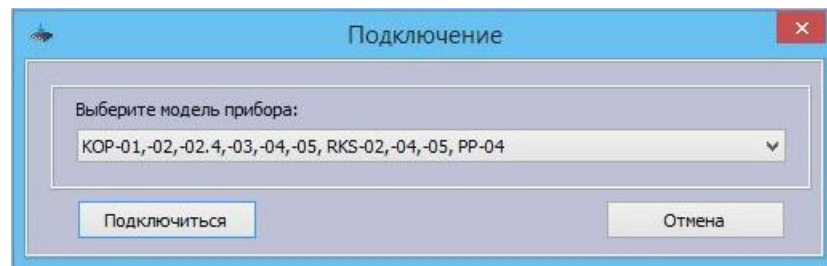

Рисунок 2
1. Подключите КОП к компьютеру с помощью стандартного кабеля mini-USB и запустите программу «Унипрог Приток-А». В левом верхнем углу окна программы нажмите кнопку «Считать из прибора». В появившемся окне **«Подключение»** выберите из списка «ПРИТОКА-КОП-01, -02, -03, РКС-02, -04, -05» и нажмите **«Подключиться»** (см. рисунок 2). Дождитесь завершения чтения параметров от КОП.